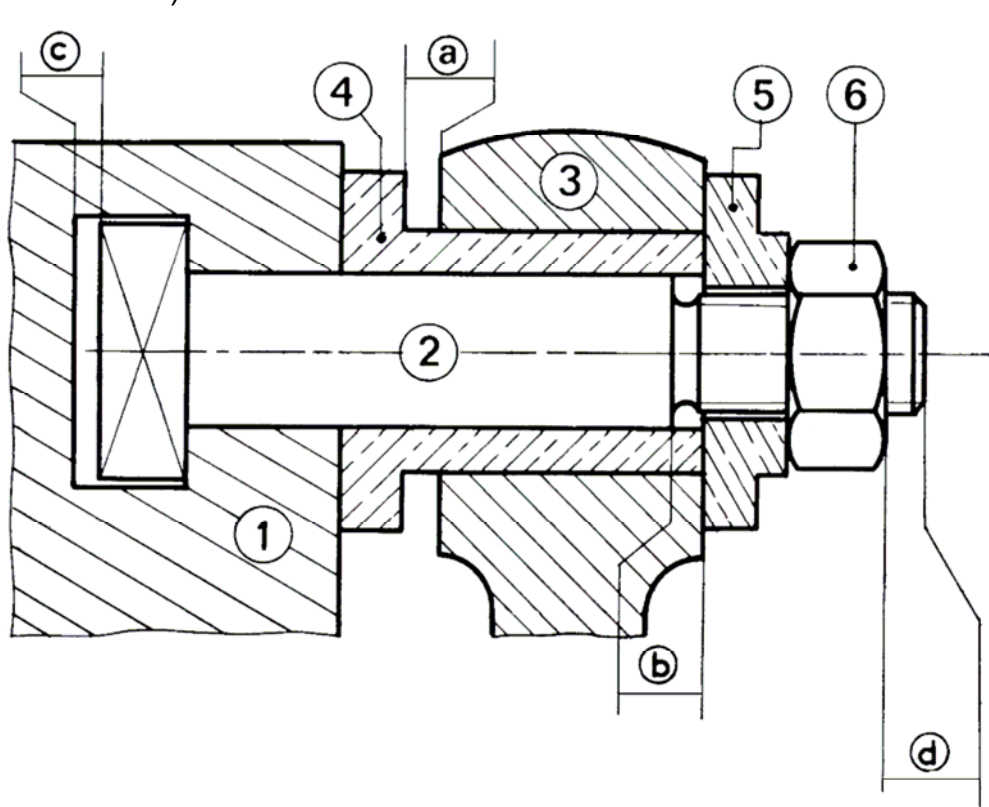

Figure 10.1
1. A partir de l'ensemble représenté ci-dessous à l'échelle 1 :1 (figure 10.1) :